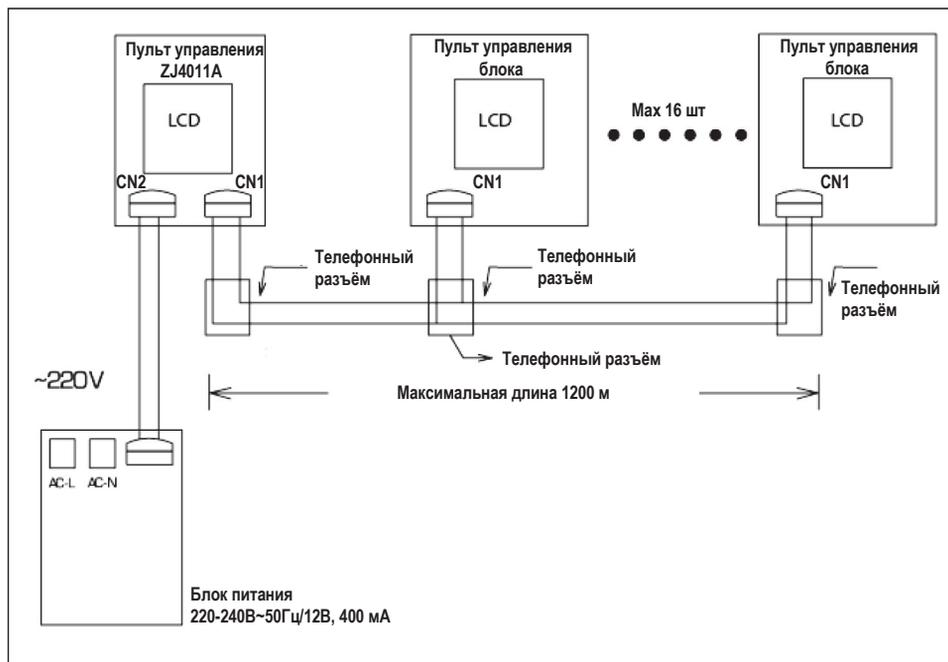

Рис. 6.2
**6.2** К одному центральному пульту может быть подключено до 16 кондиционеров данного типа (SENGLE GROUP) Рис. 6.2.